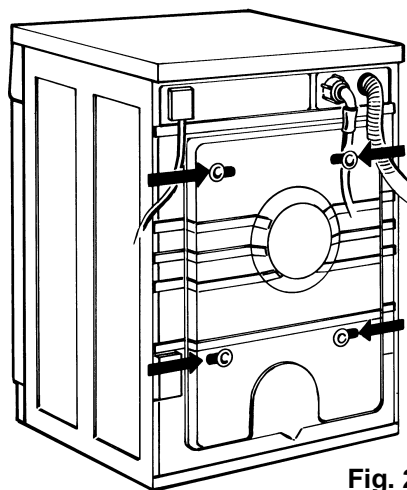

Fig. 2
1. Dévissez les quatre vis avec la clé fournie (voir la figure 2).